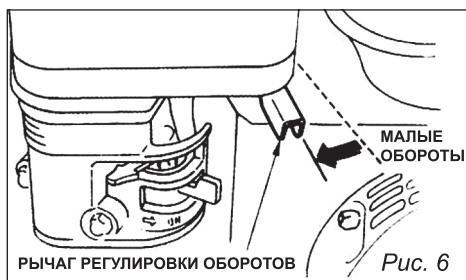

Рис. 6
3. Установите рычаг регулировки оборотов (рычаг газа) в среднее положение (рис. 6).